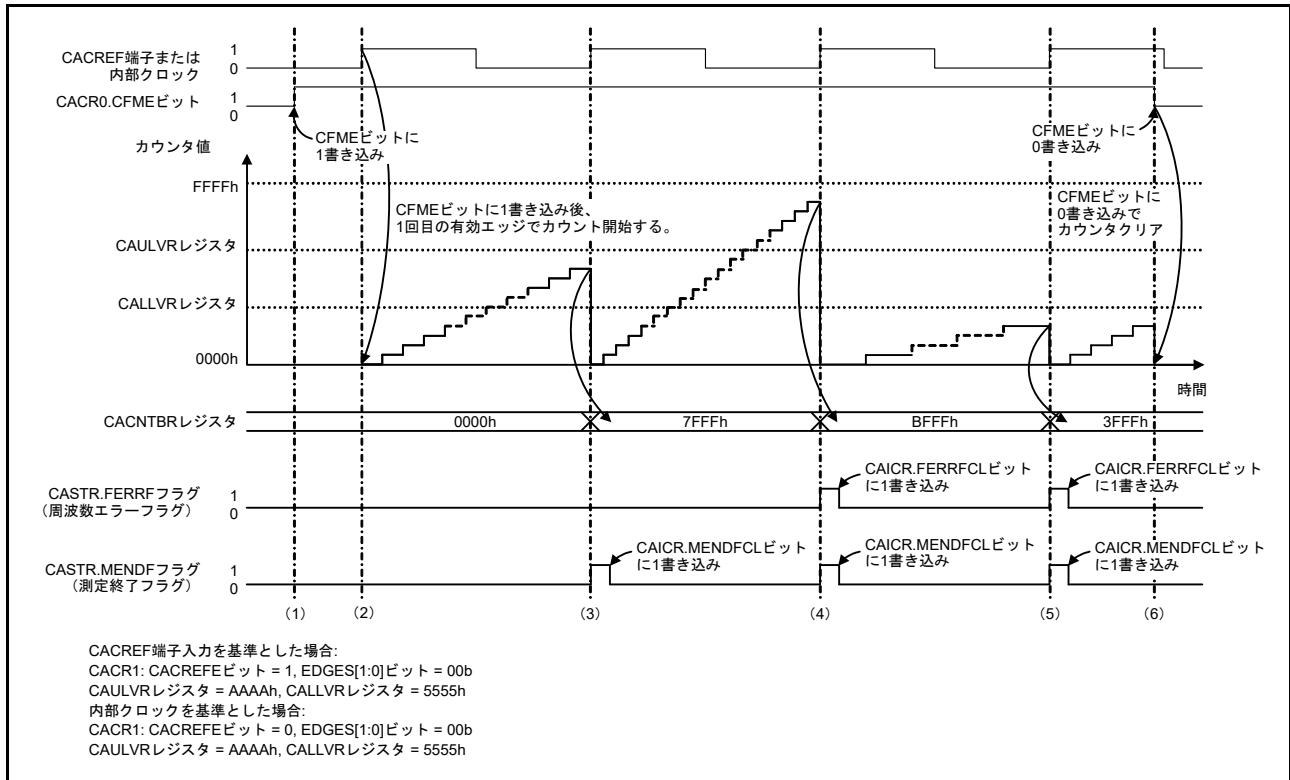

図 9.2 CAC の動作例
クロック周波数精度測定回路 (CAC) は、CACREF 端子入力または内部クロックを基準として、クロック周波数を測定します。図 9.2 に CAC の動作例を示します。
2. CACR1.EDGES[1:0] ビットで選択した有効エッジが測定基準クロックから入力されると、タイマがカウントアップを開始します。図 9.2 に示すように、有効エッジは立ち上がりエッジ (CACR1.EDGES[1:0] = 00b) です。